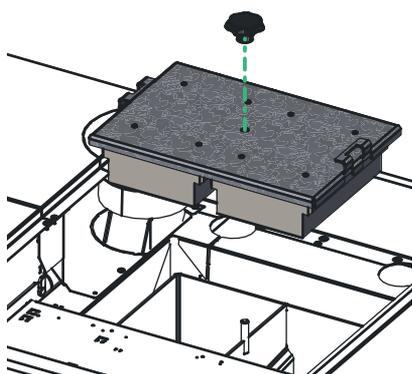

Fig. 49 Verschraubung aufdrehen und Deckel herausheben
- ▶ Verschraubung beim Deckel aufdrehen und Deckel herausheben – Fig. 49.